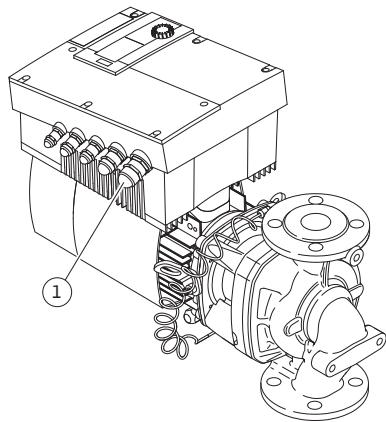

Fig.28: Кабельный ввод M25
- Кабель для подключения к сети нужно проводить через кабельный ввод M25 (рис. 28, поз. 1).